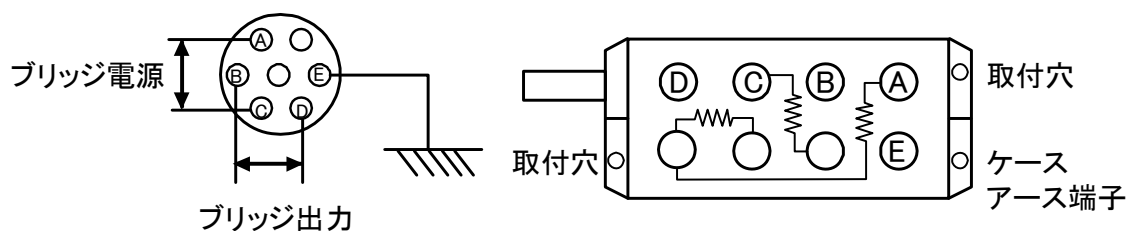

図4-1 ブリッジボックス概観
(1) 設置方法
- B) 固定する場合には図4-1に示す取付穴を利用してビス止めします。
(2) ブリッジボックスの結線(5370)
A) コネクタの結線は、図4-1に示すようにピン番号A、Cがブリッジ電源の供給で、B、Dが動ひずみ測定器への入力となります。Eはコモン端子です。